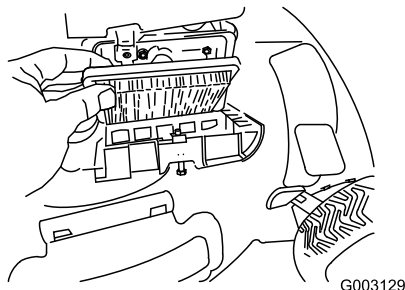

Figure 29
4. Remettez le couvercle en place (Figure 29).